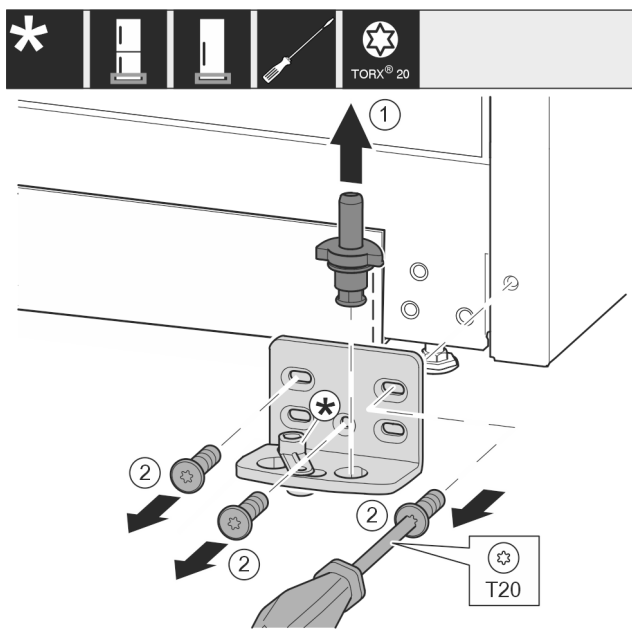

Fig. 13
- Izvucite svornjak ležaja Fig. 13 (1) potpuno prema gore.
- Odvijačem odvrnite vijke Fig. 13 (2) i skinite podložak ležaja.